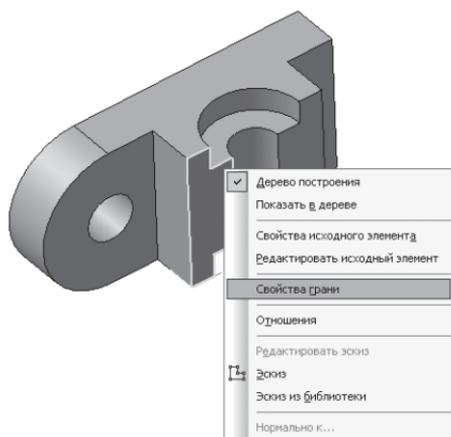

Рис. 226
- измените цвет фигуры сечения аналогично предыдущей работе см. рис. 226–229.